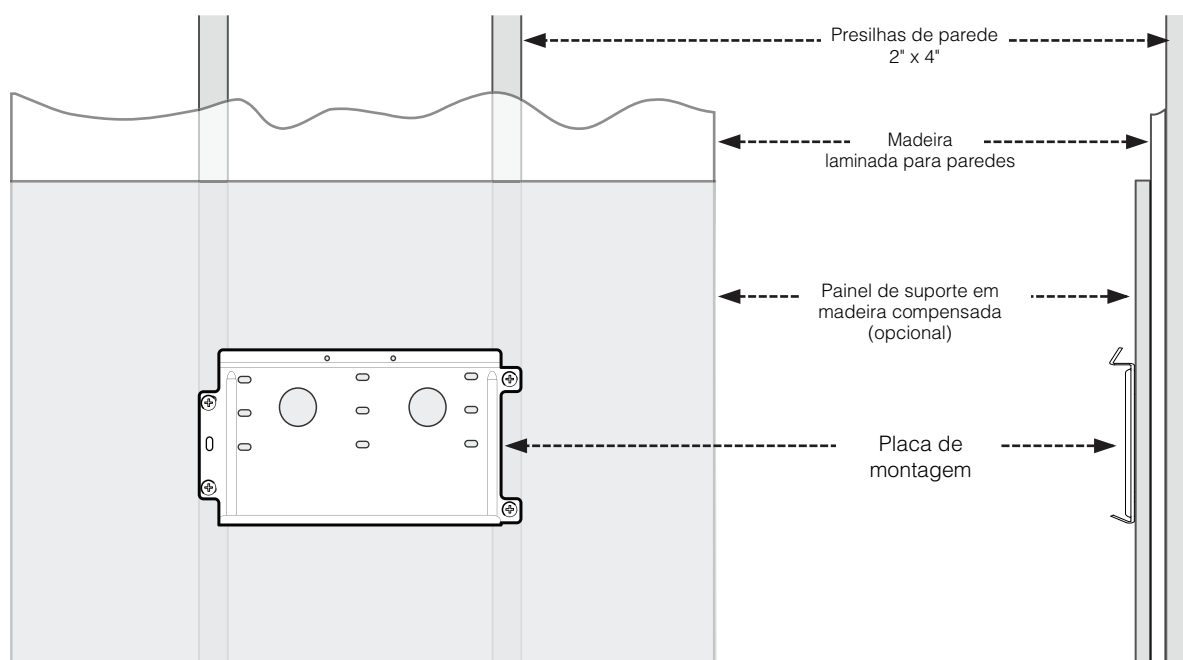

Figura 2-5 Placa de montagem centralizada nas presilhas de parede
3. Utilizando um nível, prenda o primeiro suporte de montagem à parede. Certifique-se de que a placa de montagem esteja centralizada nas presilhas de parede, conforme indicado no Figura 2-5. Para prender a placa, use as ferragens de ancoragem recomendadas (consulte Tabela 2-1).
Observação: As placas de montagem são projetadas para travar (conforme ilustrado na Figura 2-5), de modo que as várias placas podem ser instaladas sem medição ou nivelamento adicional.